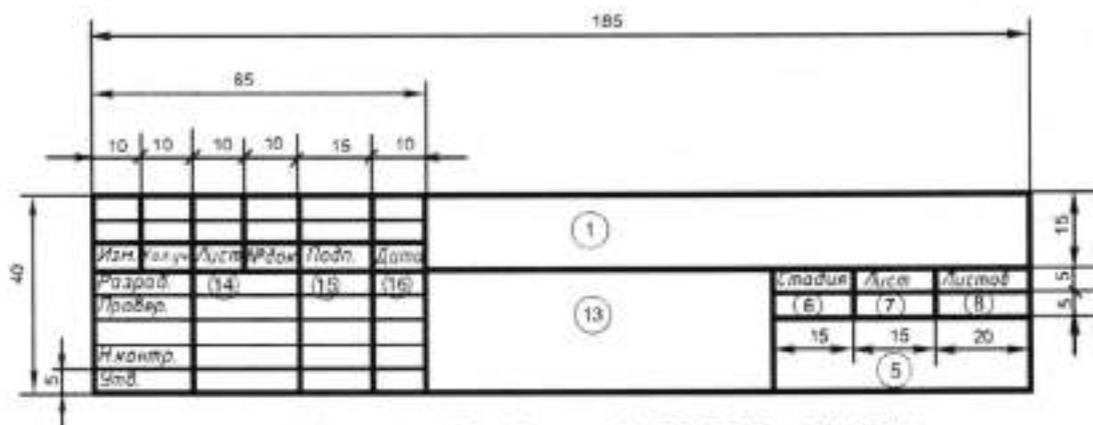

Рисунок 1.7 - Форма 5 (ГОСТ 21.101-97*)
- первых листов текстовых документов – форме 5 (рисунок 1.7);